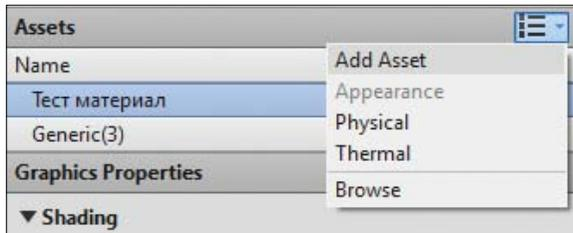

Рис. 13. Наборы свойств (assets): Graphics, Appearance, Physical и Thermal
4. Существуют всего четыре набора свойств (assets): Graphics, Appearance, Physical и Thermal (Рис. 13). Интересно, что такая модель работы с материалами одинакова для Revit, Inventor и AutoCAD. При этом только в Revit материал может иметь все четыре набора. AutoCAD же использует только Appearance, а Inventor – Physical и Appearance.